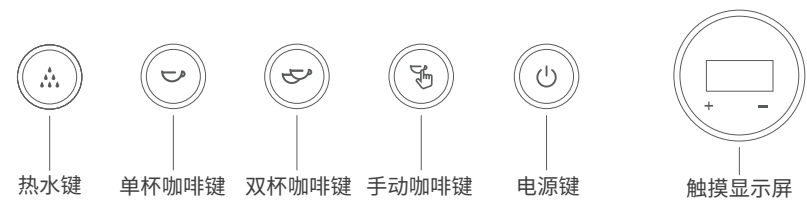

图1
待机状态按下电源键,关闭萃取锅炉后,同时长按单杯咖啡键、双杯咖啡键3 s(如图1所示),单杯和双杯、手动、热水键指示灯同时闪烁后,咖啡机恢复默认设置。
3. 按电源键(如图1所示)，咖啡机将会自动进水，会听到水泵转动的声音；
**注: 第一次开机时, 必须要按动两边手动咖啡键(如图1所示), 直到两边冲煮头有水流
1. 当蒸汽压力表的数值大于0 bar 时, 按下热水键(如图1所示), 机器开始计时, 热水管会有热水流出; 当蒸汽压力表的数值为0 bar 时, 出来的水为室温水；